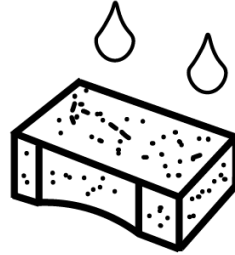

Abbildung 22
- Ölen Sie den Filter sorgfältig, Abb. 22. Verwenden Sie Motoröl.